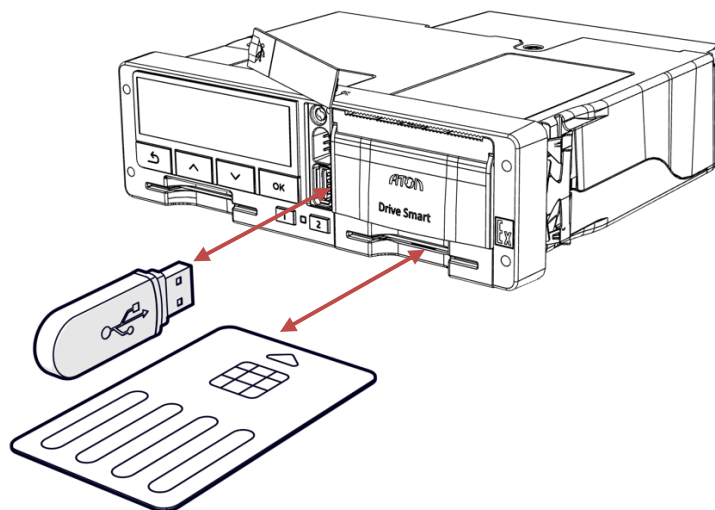

Рисунок 34. Выгрузка данных
- с помощью USB накопителя. Подключение USB накопителя к тахографу производится через USB разъем (см. Рисунок 34. Выгрузка данных). Для выгрузки «Архива карты» необходима сама карта водителя. Для выгрузки «Архив тахографа» должна быть установлена карта предприятия, контролера или мастерской, и введен ее PIN-код. Расшифровка информации, скопированной с тахографа, производится с помощью специализированного ПО. ПО доступно на сайте производителя <https://atoldrive.ru/> в разделе «Поддержка» → «Документация и ПО».